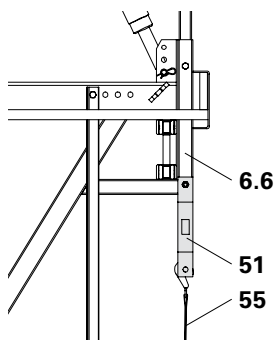

Fig. B1.30
1. Fissare l'attacco cinghia di sicurezza CB (51) con la vite predisposta M16 x 100, Ch 24 al tubo verticale CB 160 (6.6) della mensola.
2. Agganciare la cinghia L = 5,70 m, 2,5 t (55) con l'estremità senza tenditore regolabile al perno. (Fig. B1.30)